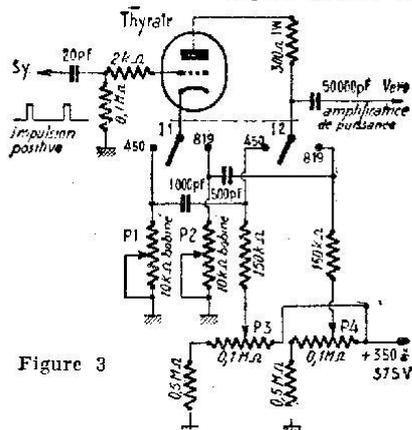

Figure 3
a) Thyatron. Le schéma de la figure 3 représente un générateur à thyatron, dont le commutateur bipolaire à deux positions, I-I, permet de passer de 450 lignes à 819 lignes. On remarquera que